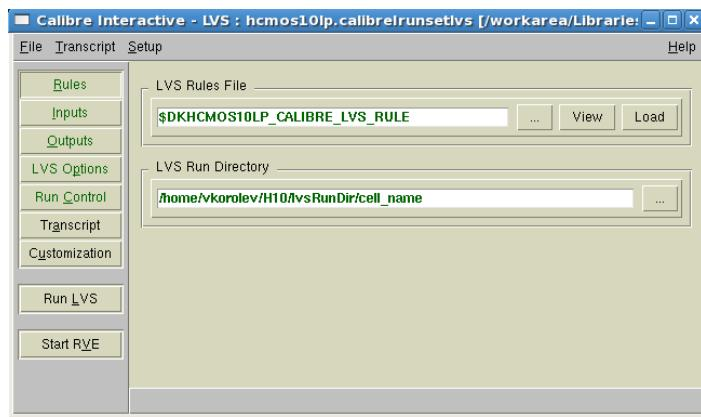

Рис. 8.11. Вкладка для указания пути к LVS-файлу и рабочему каталогу.
- 4) При правильной настройке КСП поле “LVS Rules File” на вкладке “Rules” в основном окне Calibre LVS заполняется автоматически и не требует вмешательства пользователя. Также пользователю предлагается указать в поле “LVS Run Directory” рабочий каталог, куда Calibre будет помещать создаваемую в процессе верификации информацию, либо оставить его значение по умолчанию (рис. 8.11).